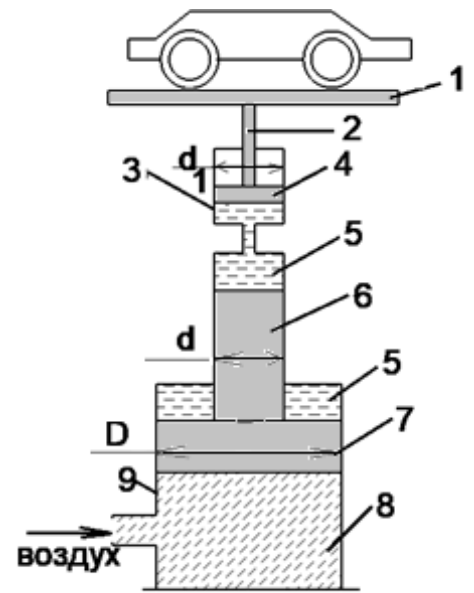

Рис. 4.
Для выполнения сборочных работ на электромобиле используется подъемник, основным элементом которого служит пневмогидравлический преобразователь (9) (рис. 4). Электромобиль устанавливается на платформе (1), прикрепленной к штоку (2) гидроцилиндра (3). Давление рабочей жидкости в гидроцилиндре создается с помощью штока (6). В пневмоцилиндре имеется поршень (7). В поршневой полости находится воздух (8), в штоковой – жидкость (5). Известно, что масса электромобиля $m=900$ кг, определить диаметр поршня (4) гидроцилиндра d_1 (в метрах), если известно, что давление воздуха (8) в пневмоцилиндре $p_v=0,4$ МПа, диаметр поршня пневмоцилиндра $D=100$ мм, диаметр штока пневмоцилиндра $d=25$ мм. КПД подъемника 0,85. (Ускорение свободного падения g принять равным 10 м/с²).